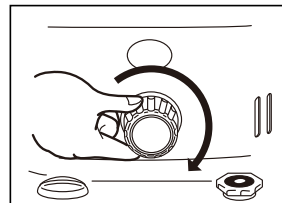

Fig. 9
- (1) Gire completamente en sentido horario la perilla para regular la mecha a fin de levantarla a su altura máxima. Cuando alcance dicha posición, la flecha indicadora de la perilla de control apuntará a "HIGH POSITION" (Posición máxima).(Fig. 9)
- (2) Ignición mediante el encendedor